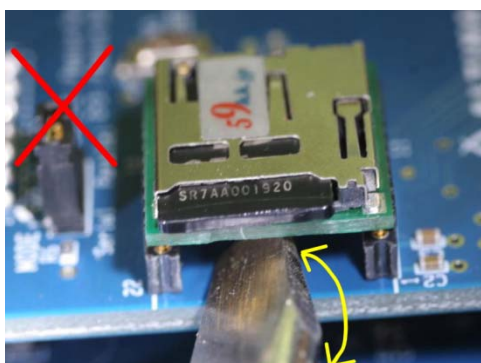

図 10.2 取り外しの悪い例
- ・ ドライバ等で取り外す場合、図 10.2 のようにモジュール下への差し込みが十分でない場合、図 10.1 の赤枠の部分に作用点が働いてしまうとチップ部品を破損してしまいます。